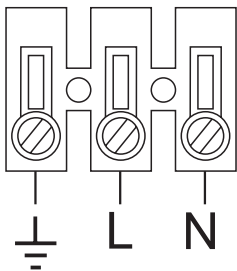
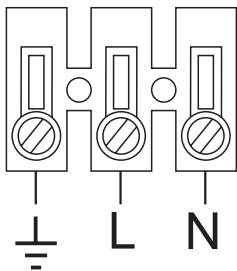

Fig.2
Fig.3
- andardowe wentylatory są wyposażone w silnik jednofazowy. Podłączenie elektryczne zgodnie z rysunkiem Fig.2. Wszystkie silniki są w 100% przystosowane do regulacji obrotów przy pomocy elektronicznych regulatorów prędkości. Podłączenie regulatora prędkości REB należy wykonać zgodnie z diagramem Fig.3.
- Ensure that the voltage and frequency of the electrical supply match the information stated on the Data Plate of the unit (maximum recommended tolerance of Voltage (V) and Frequency (Hz)  $\pm 5\%$ ).
- The standard fans are fitted with single-phase motor. For connection follow wiring diagrams fig.2. All motors are 100% speed controllable via electronic voltage regulating speed controllers. For connection using a REB single phase speed controller, follow wiring diagrams fig.3.